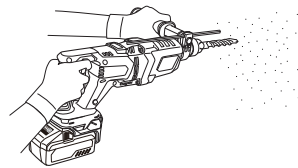

Fig. 19
- Presionar el interruptor de gatillo después de poner la punta de la broca en la posición para taladrar. (Fig. 19)
- **Si la broca entra en contacto con la barra de hierro de construcción, la broca se detendrá de forma inmediata y el martillo perforador reaccionará al giro.** Por lo tanto, agarre bien el asa lateral y el asidero como se muestra en la Fig. 19.